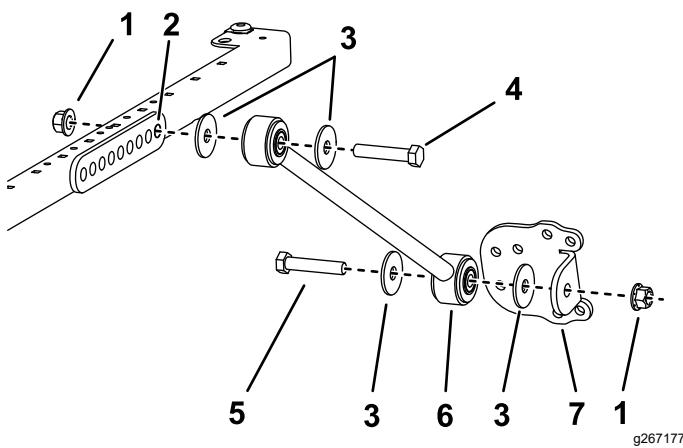

Рисунок 44
4. С каждой стороны рамы солнцезащитного навеса прикрепите, не затягивая, подпорку к заднему отверстию кронштейна подпорки с помощью болта ($\frac{1}{2} \times 2\frac{3}{4}$ дюйма), 2 шайб ($\frac{1}{2}$ дюйма) и фланцевой гайки ($\frac{1}{2}$ дюйма), как показано на рис. Рисунок 44.
5. Прикрепите, не затягивая, кронштейн подпорки к каждой подпорке с помощью болта ($\frac{1}{2} \times 2\frac{1}{2}$ дюйма), 2 шайб ($\frac{1}{2}$ дюйма) и фланцевой гайки ($\frac{1}{2}$ дюйма), как показано на рис. Рисунок 44.